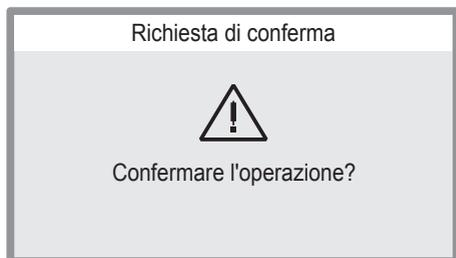

Figura 3.5
- Premere nuovamente il pulsante 14. Il display visualizza una finestra di conferma con testo "Confermare l'operazione?" (Figura 3.5).